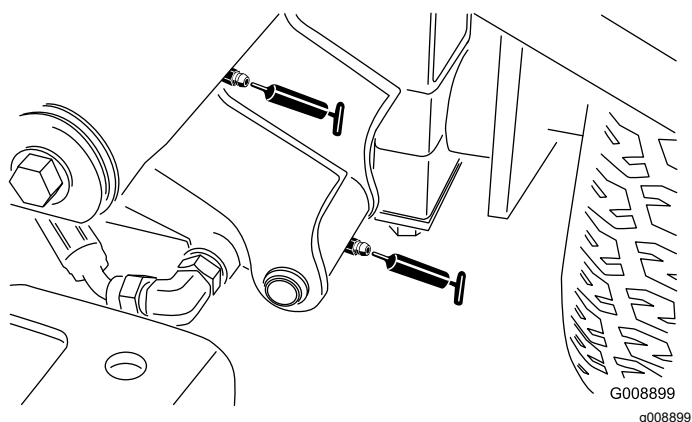

Рисунок 36
- Цилиндр поворота и подъема левого переднего подъемного рычага (2 места) (Рисунок 36)